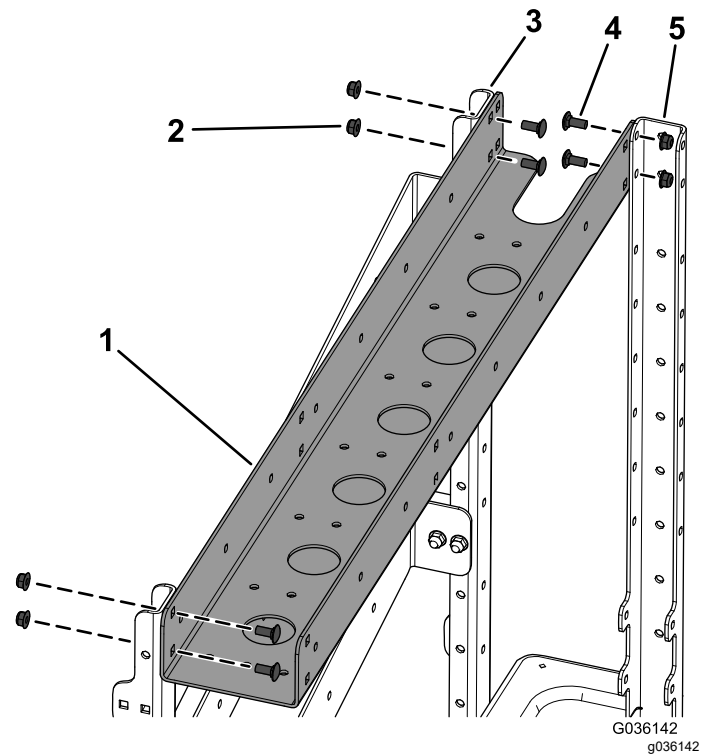

Bild 5
4. Befestigen Sie die Rohrhalterung mit sechs Schlossschrauben ($\frac{5}{16}" \times \frac{3}{4}"$) und sechs Bundmuttern ($\frac{5}{16}"$) an den zwei aufrechten Rahmenhalterungen an der Seite und der aufrechten Rahmenhalterung vorne, wie in **Bild 5** abgebildet.